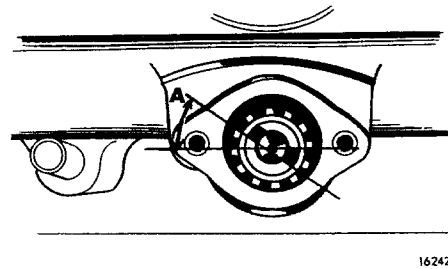

Fig 06-49. Fördelardrevets läge
Drevet för oljepumpen och fördelaren monteras då kolven i första cylindern befinner sig i övre dödläget efter avslutad kompressionstakt, vilket inträffar då fjärde cylinderns utloppsventil stänger och dess inloppsventil just öppnar. Drevet placeras enligt fig 06-49 med vinkel A ca 35°. Se till att axeln går ner i sitt spår i pumpaxeln.
1. Kontrollera att fördelardrevet är rätt placerat, se fig 06-49.